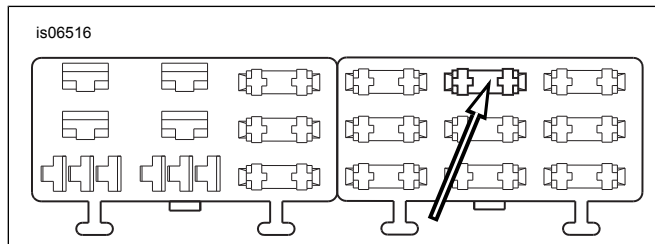

Abbildung 19. Sicherungsblockhohlraum „P&A IGN“ (Softail-Modelle 2004 bis 2010)
4. Siehe Abbildung 19. Den als „P&A IGN“ ausgewiesenen Sicherungsblockhohlraum (1) an der Sicherungsblockabdeckung im rechten Sicherungsblock ausfindig machen. Den Kontakt des orange/weißen Adapterkabels bis zum Anschlag einführen. Auf einen benachbarten, im Werk eingebauten Kontakt Bezug nehmen, um zu prüfen, ob der Kontakt richtig ausgerichtet und tief genug eingesetzt ist.